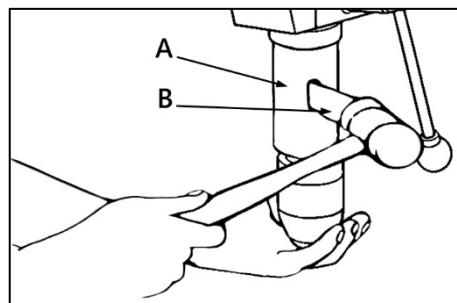

Рисунок 11.
Для снятия максимально разведите кулачки патрона повернув зажимное кольцо. Вставьте расклиниватель (B) (рис. 11) в отверстие в гильзе (A) и аккуратно поступите по нему резиновым молотком, придерживая патрон рукой, чтобы избежать падения патрона при отделении от шпинделя.